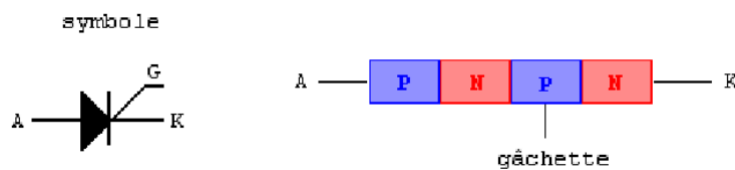

FIGURE 3.6 – Thyristor
Le thyristor, un composant semi-conducteur, assez similaire à la diode à jonction, principalement utilisé pour convertir le courant alternatif en courant continu. Il permet le passage du courant dans une direction unique, de l'anode (A) vers la cathode (K). Néanmoins, une caractéristique distinctive du thyristor est sa troisième borne, nommée gâchette (G), ou 'gate' en anglais. Ce composant ne permet la conduction que lorsqu'il reçoit un courant minimal et positif à cette gâchette, agissant ainsi comme une diode dont le fonctionnement peut être contrôlé figure 3.6.